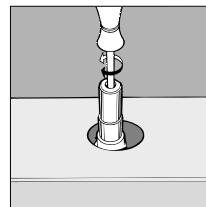

Abb.9
- Den Drehknopf des Gashahns entfernen und die im Inneren bzw. seitlich des Gashahnstiftes befindliche Stellschraube (Abb.9) unter Verwendung eines entsprechenden Schraubenziehers betätigen (durch das Lockern der Schraube das Minimum erhöht und durch das Anziehen verringert wird).